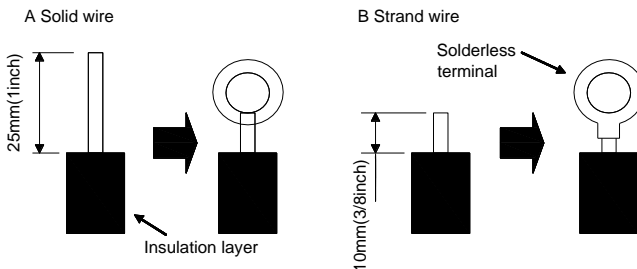

Fig. 4.36
### (1). For solid core wiring (Fig. 4.36)
### (2). For strand wiring (Fig. 4.36)